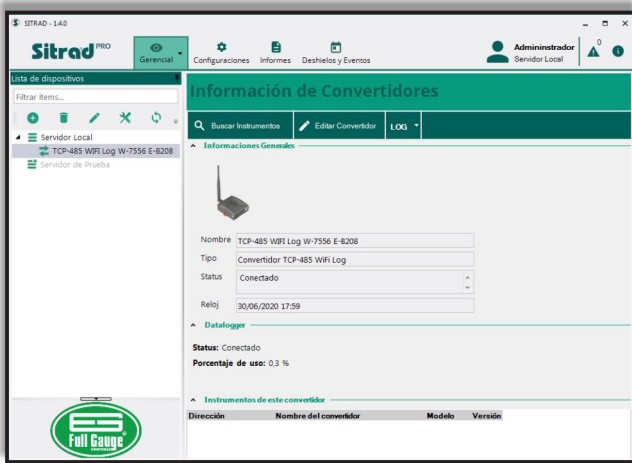

Figura 29
Paso 5: Después del registro, el convertidor pasará a aparecer junto al servidor escogido en la guía **Lista de dispositivos**. Al ser seleccionado, se exhibirá la guía **Informaciones del Convertidor** (Figura 29). Para registrar los instrumentos que están en la red RS-485 de este nuevo convertidor, haga clic en el botón **Buscar Instrumentos**.